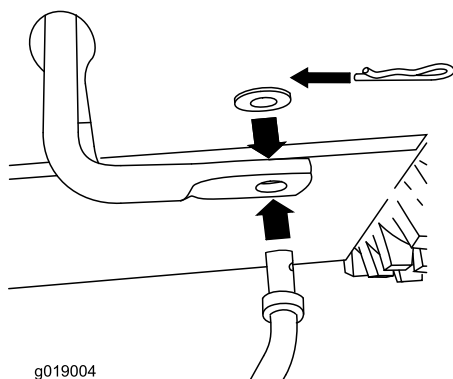

Figura4
1. Introduceți capătul inferior al tijei în brațul inferior de cuplare astfel încât capătul îndoit al tijei de control viteză să fie orientat spre spate (Figura4).
2. Fixați capătul inferior al tijei de control viteză cu o șaibă plată și un știft în formă de agrafă (Figura4).